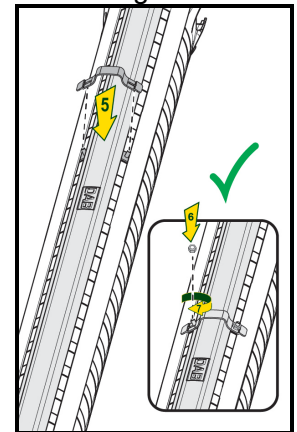

Fig.3
4. Fixar o estribo de fecho (Fig3).
5. Atarraxar as porcas de travamento automático (Fig3).